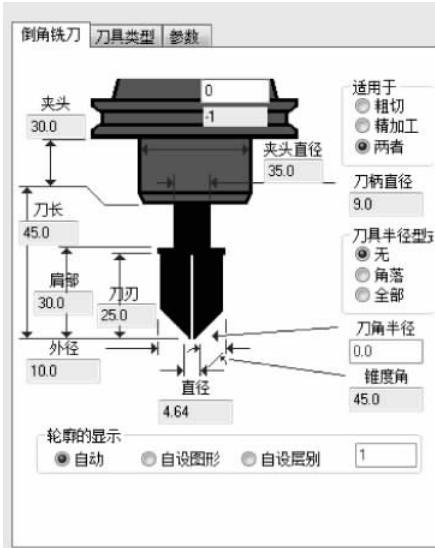

图 5-119 设置刀具形状参数
(3) 打开“倒角铣刀”选项卡，设置刀具形状参数如图 5-119 所示。